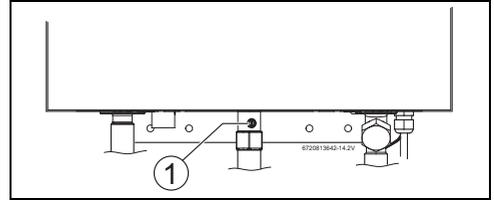

Fig. 23 Port d'essai de pression du gaz
- ▶ Localiser le port d'essai de pression du gaz en entrée (voir fig. 23).
- ▶ Desserrer la vis à l'intérieur du raccord-union du port de test (ne pas l'enlever) et raccorder le tube du manomètre au port de test (voir fig. 23).